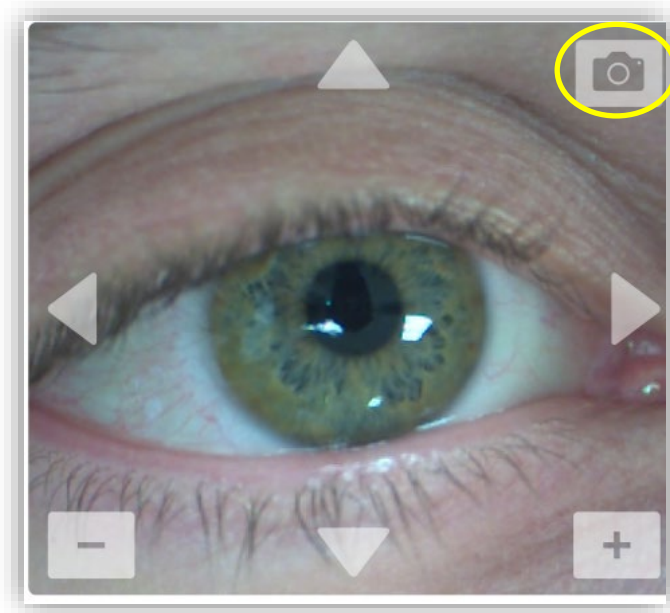

Abbildung 3-32. Bilder erfassen
- Um ein Bild zu erfassen, wählen Sie in der oberen rechten Ecke des Bildes des Auges das Kamerasymbol (siehe Abbildung 3-32).